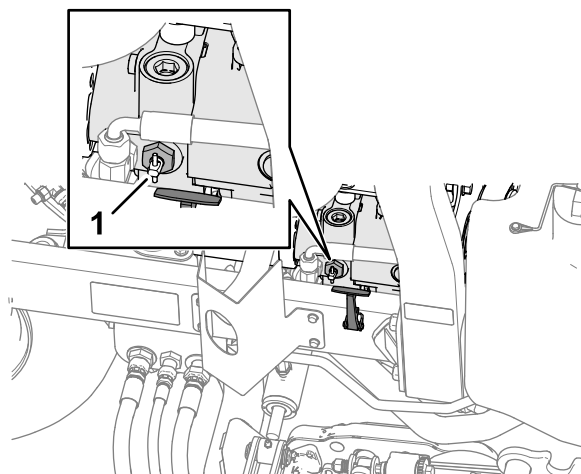

図 48
2. 右側フードラッチの近くにあるポンプバイパスバルブのハンドルを 90° 回転させる(図 48)。